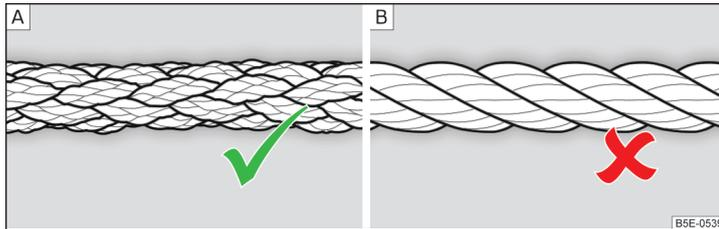

Abb. 156 Geflochtenes Abschleppseil / Gewundenes Abschleppseil
Zum Abschleppen mittels eines Abschleppseils nur ein geflochtenes Kunstfaserseil » Abb. 156 - A verwenden » !
- Zum Abschleppen ist kein gewundenes Abschleppseil zu verwenden » Abb. 156 - B, die Abschleppöse könnte sich am Fahrzeug herausdrehen - es besteht Unfallgefahr.